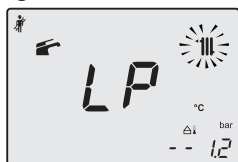

Figura 9.21
- Premere contemporaneamente i tasti 18 e 19 (Figura 9.19) fino a far apparire sul display LCD le lettere **LP** che si alternano con il valore di temperatura dell'acqua di riscaldamento (es.45), indicanti l'entrata nell'attivazione della "funzione spazzacamino" alla potenza minima (Figura 9.21).